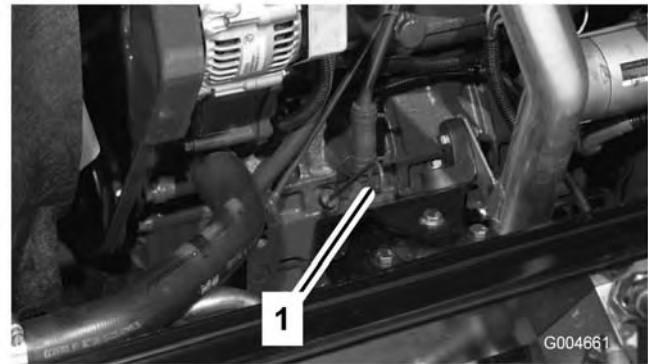

Bild 5
3. Entfernen Sie den Peilstab, wischen ihn ab und führen ihn wieder in das Rohr ein; ziehen Sie ihn dann wieder heraus. Der Ölstand sollte an der Voll-Marke sein (Bild 5).